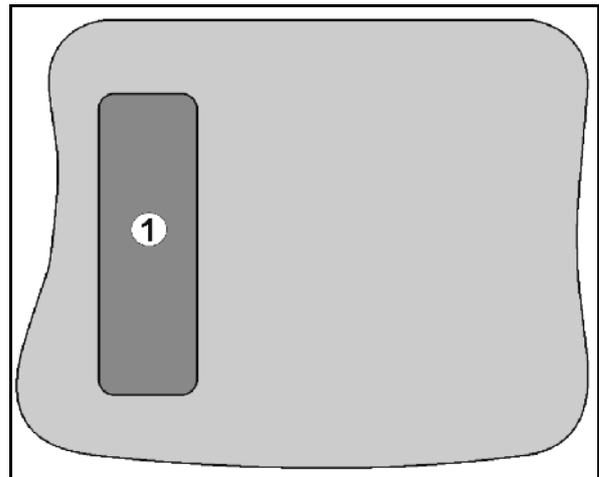

Fig. 11
- Au dos de l'appareil se trouve une touche Shift  (Fig. 11/1).